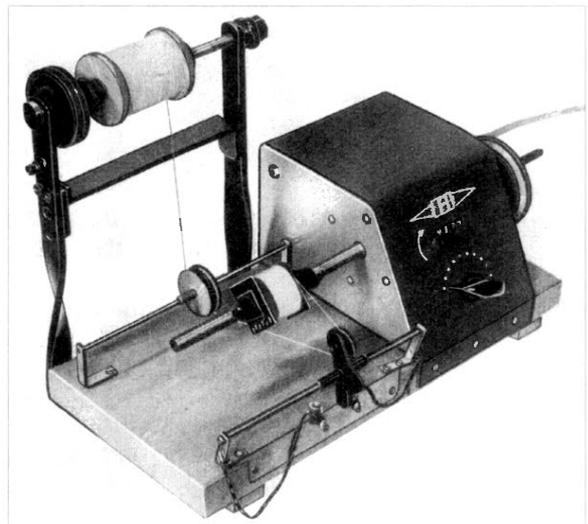

Bild 6: Zum Selbstbau dieser Spulenwickelmaschine war sicherlich viel feinmechanisches Können erforderlich (1947), [4].
Der saubere und klare Empfang beeindruckt. Verzerrungen sind innerhalb des Mitnahmebereichs nicht hörbar. Dagegen fällt die Lautstärke an dessen Rändern ab, wie es nach Gl. (3) das Bild 6 b darstellt. Die Trennschärfe steigt mit abnehmender, über das Potentiometer einstellbarer Injektionsspannung U_i . Die sich ergebenden Werte entsprechen praktisch den oben bei „Additive Demodulation“ genannten. Die Messung höherer Trennschärfewerte übersteigt meine Möglichkeiten. Beim weiteren Senken von U_i scheint die Trennschärfe noch mal zuzunehmen.